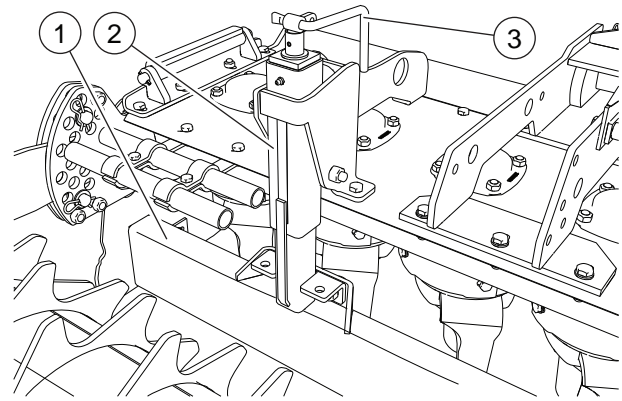

FIG. 35
Die Kreiselegge ist zur Ebnung oder Lockerung des Erdbodens mit einem Nivellierbalken ausgestattet (1, "Fig. 35"), der hinter den Zähnen montiert ist und dessen Höhe sich durch Kurbelschrauben verstellen lässt (2, "Fig. 35"). Es ist ratsam, die Arbeit mit der Planierschiene in hoher Position zu beginnen. Darauf die Position der Schiene regulieren, indem man die Kurbel (3) bis zur gewünschten Position dreht. Während der Einstellung diesen so genau wie möglich auf gleicher Höhe zum Erdboden halten.